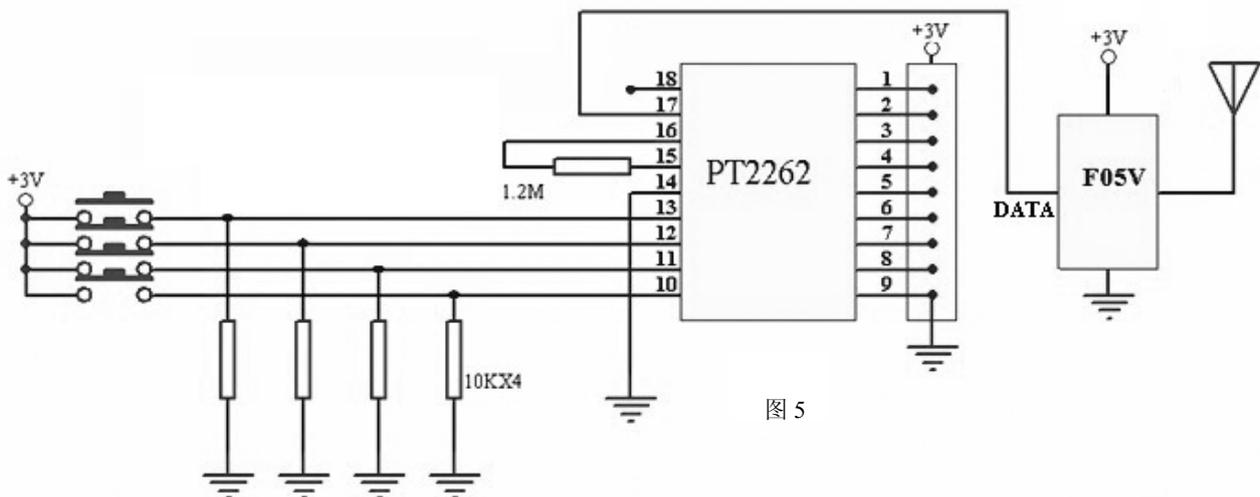
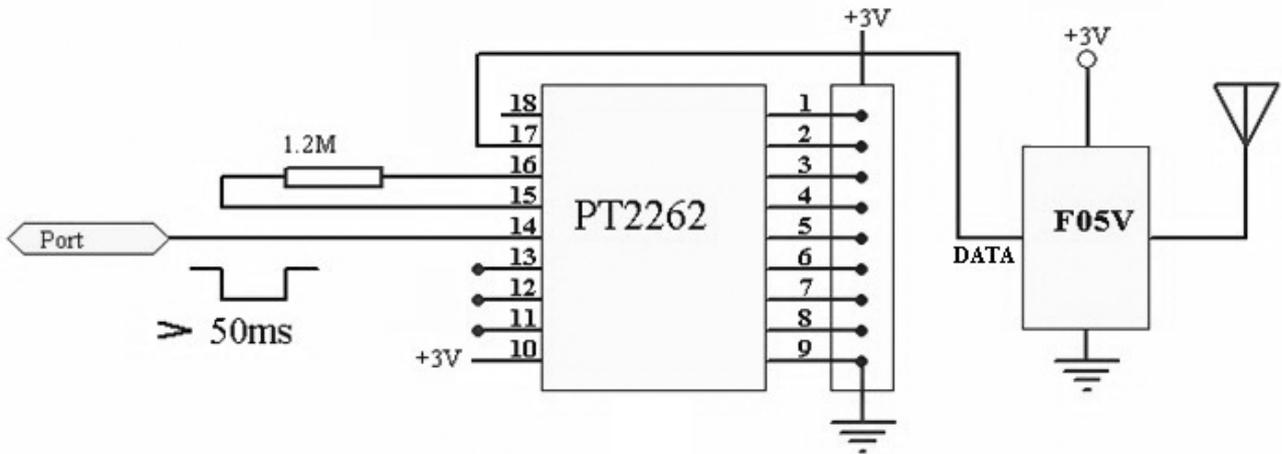

图 5
图 6
• 图 5、图 6 为 F05V 最基本的典型应用电路，图 5 电路可以遥控接收机输出 4 路信号。配套接收电路见 J05V 应用电路。图 6 为单路遥控，2262 的 14 脚 CE 端低电平有效，高电平休眠，17 脚无数据输出，F05V 也处于休眠状态。CE 端可以由单片机来控制，但低电平脉冲必须大于 2262 的 3 个编码周期。